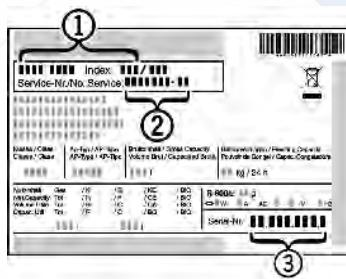

Fig. 24
- Обратитесь в сервисную службу и сообщите вид неисправности, наименование устройства Fig. 24 (1), сервисный № Fig. 24 (2) и серийный № Fig. 24 (3).